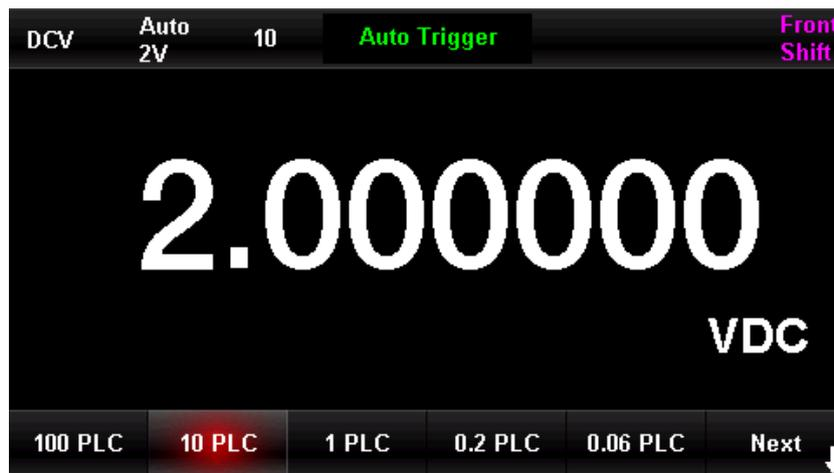

Abbildung 2-3 Integralzeit Menü
1. Für die DCV-, DCI- und OHM-Messung wählen Sie [Integral time] im Menü, um die Einstellungsoptionen zu sehen, wie in Abbildung 2-3 gezeigt (am Beispiel der DCV-Messung). Drücken Sie die entsprechende Menütaste, um die Konfiguration vorzunehmen. Die Einstellung der Integralzeit hat Auswirkungen auf die Auflösung.